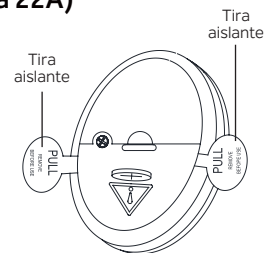

Figura 22A
ACTIVACIÓN DE LAS BATERÍAS DEL TRANSMISOR Y ACTIVACIÓN DEL TRANSMISOR (Figura 22A)
Paso 1. Para activar el transmisor, tire con cuidado de las tiras aislantes del transmisor para activar las dos baterías de botón/moneda CR2032 de 3 V previamente instaladas. Deseche las tiras aislantes. **(Figura 22A)**